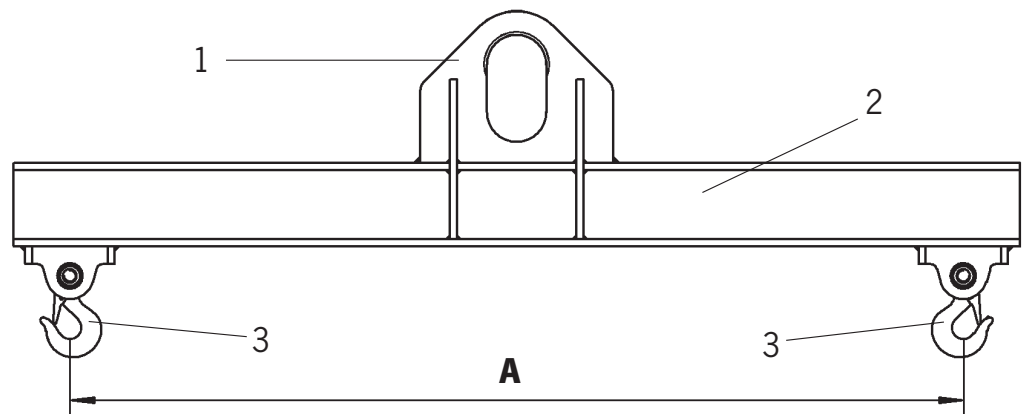

Fig. 7
- Los gatillos de seguridad de los ganchos de los extremos del balancín debe estar siempre cerrados cuando sean conectados los cables, eslingas o cadena (Fig. 7 y Fig. 8).